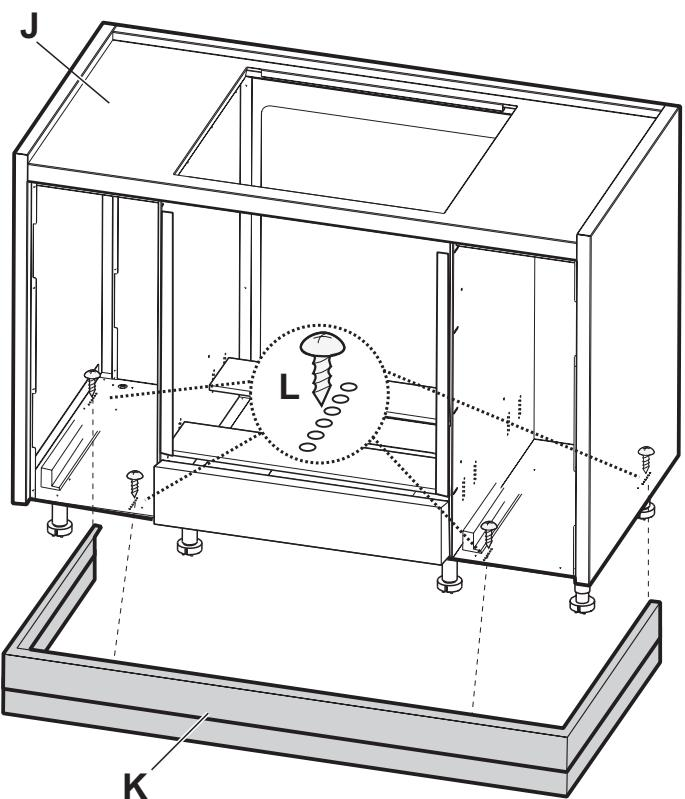

Afb. 3
- Verplaats de beugels **H** op de gewenste diepte (de beugels moeten zo worden geplaatst dat de omlijsting van de oven na de installatie in lijn is met de laden aan de zijkant). **Afb. 3.**